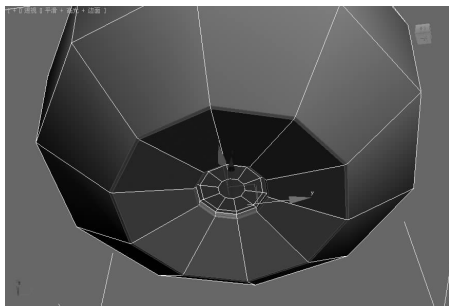

图 5-109 修改后的底面 ▲
(4)使用相同的方法修改第一个圆柱体底部的边,修改后的效果如图 5-109 所示。